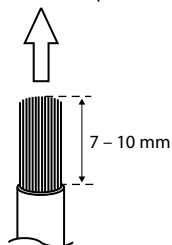

Fig. 8
2. Rimuovete l'isolamento dalle estremità del filo di circa 7 – 10 mm. (Fig. 8)